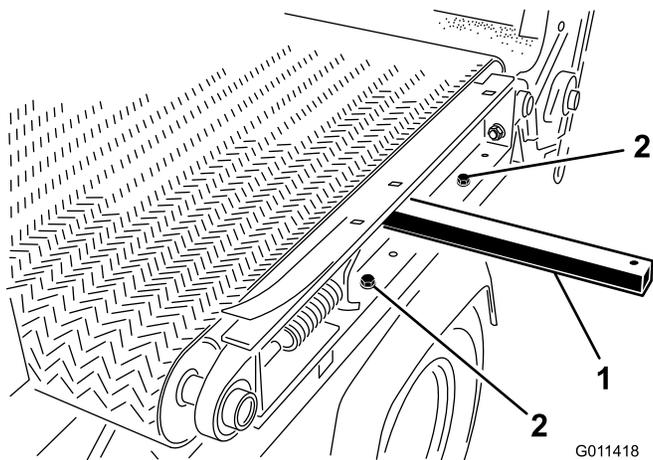

Bild 35
7. Entfernen Sie die zwei Kopfschrauben, Scheiben und Muttern an der linken Seite der Maschine, mit denen die Schiebepritsche am Rahmen befestigt ist (Bild 35).
- Setzen Sie eine Hubstange in das Loch an der linken Seite der Maschine und heben Sie die Hubstange an, um die Schiebepritsche zu kippen (Bild 35).